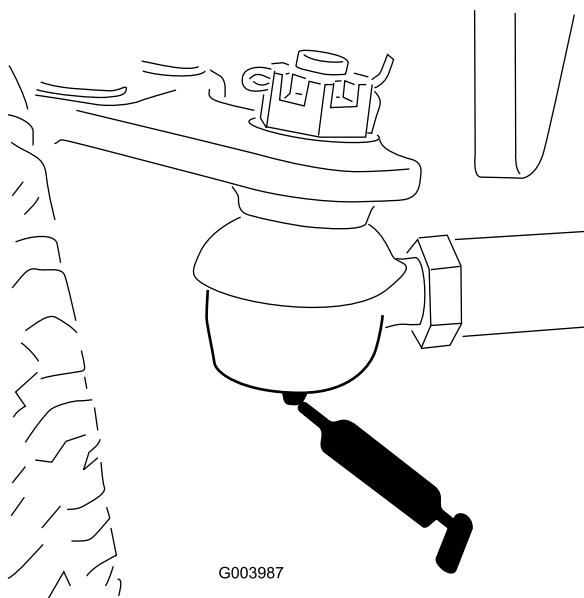

Рисунок 45
- Тяги заднего моста (2 шт.) (Рисунок 45)